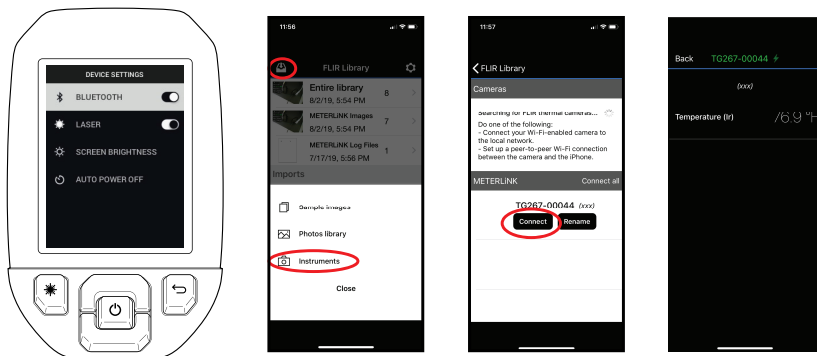

図 7.1 カメラとモバイル デバイスのペアリング
1. カメラの Bluetooth® 機能をオンにします ([Settings/Device Settings] (設定/デバイス設定))。このセクションをサポートする図については、以下の図 7.1 を参照してください。